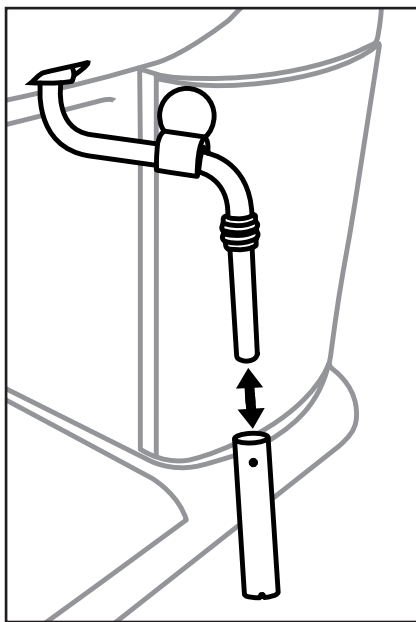

Figura 1
- 1) Collocare un contenitore vuoto sotto lo schiumatore per il latte ⑩.
- 2) Portare il regolatore di vapore ⑦ direttamente dopo l'uso su " + " e fare uscire del vapore per qualche secondo .
- 3) Chiudere il regolatore di vapore ⑦ (ruotare fino all'arresto in direzione " - "), spegnere l'apparecchio e tirare la spina.
- 5) Sfilare l'involucro dello schiumatore per latte ⑩ (Figura 1) e pulirlo accuratamente in acqua calda.
- 7) Far scorrere nuovamente l'involucro sull'ugello (Figura 1).